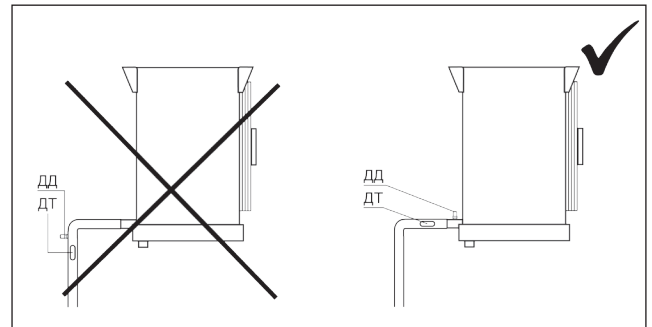

Рис. 11.8
7. Установите датчик температуры (ДТ) и датчик давления (ДД). В идеальном случае оба датчика располагаются на горизонтальном участке линии сразу же на выходе из испарителя, с тем чтобы они могли измерять действительный перегрев хладагента. Датчик давления размещается возле датчика температуры на верхней стороне трубы (Рис. 11.8).